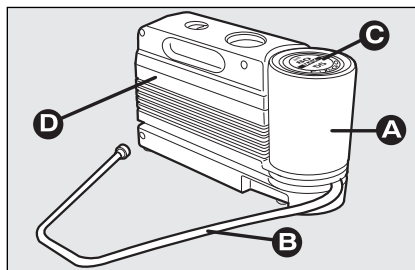

Abb. 1
Der Kit **Abb. 1** enthält:
- ☐ einen Kompressor **D**, **Abb. 1** mit Manometer und Verbindungsstücken, der sich im Fach befindet;